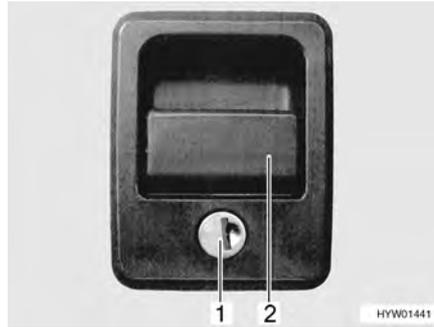

Fig. 42 Serratura dello sportello con impugnatura
- Inserire la chiave nel cilindro della serratura (Fig. 42,1) e ruotare di un quarto di giro. La serratura dello sportello è sbloccata.
- Tirare la maniglia della serratura (Fig. 42,2). In questo modo si apre lo sportello esterno.